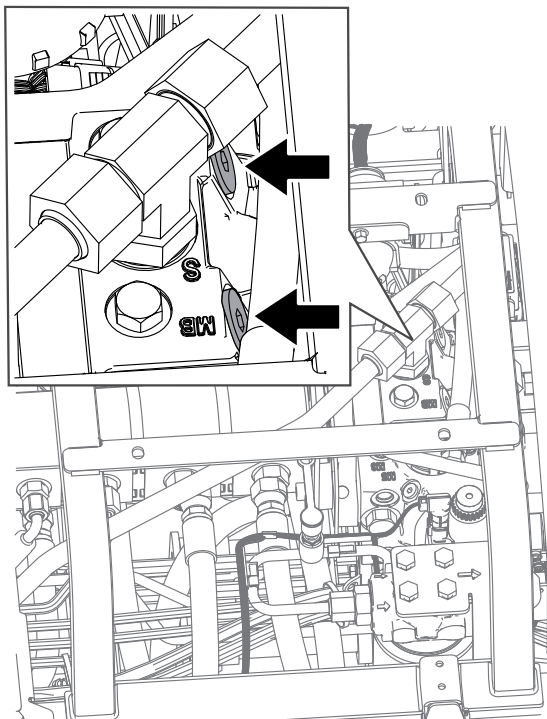

Рисунок 99
2. Найдите перепускные клапаны под сиденьем и в верхней части гидростата (Рисунок 99).